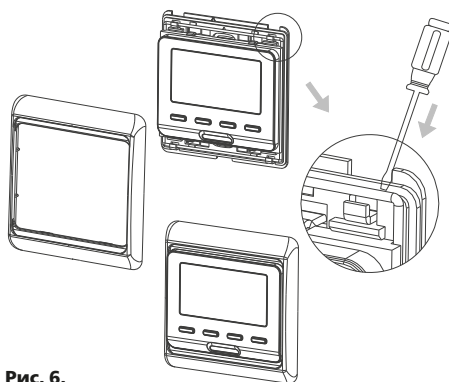

Рис. 6.
3. Установите термостат в технологическое отверстие и крепежную рамку (см. **Рис. 6**).